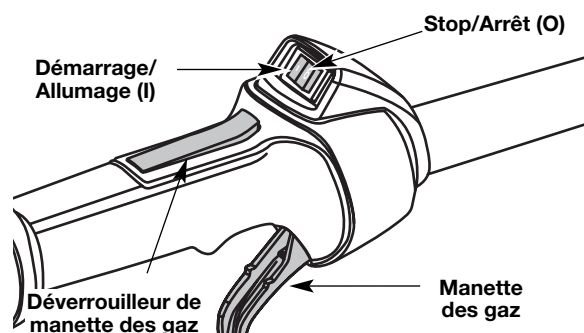

Fig. 20
3. Mettez la commande Marche/Arrêt Stop en position MARCHE (I) (Fig. 20).